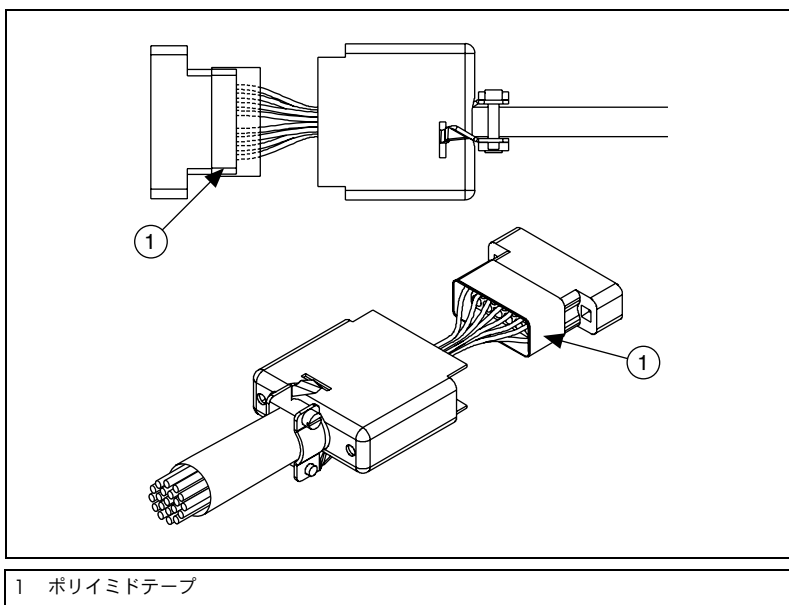

図 4 ポリイミドテープを巻いたコネクタ
10. ポリイミドテープを 25 cm ほど切り取ります。テープを伝導体とコネクタの接触部に近いところのコネクタに 2 回巻きます。コネクタは図 4 のようになります。